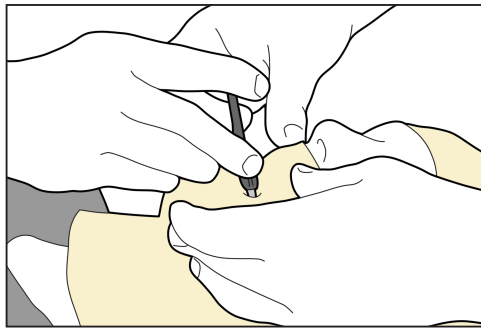

Fig. 12
3. För in bitplattan genom masken och in i patientens mun medan masken fortfarande är formbar (Fig. 12).
4. Använd guiden för att föra in bitplattan till lämpligt djup (Fig. 12).